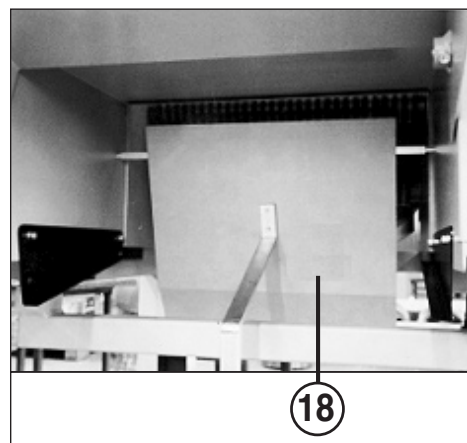

Fig. 3
- Lo **sportello di commutazione (18)** (fig. 3) per il display "contenitore di raccolta pieno" è liberamente scorrevole?